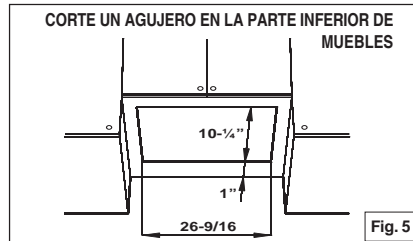

Fig. 5
2. Cortar un agujero en la parte inferior del armario, usando las dimensiones mostradas (Fig.5).